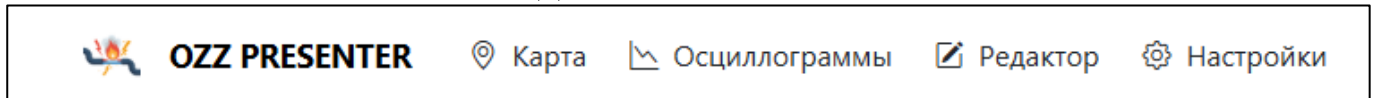

Рисунок 3.2 – Верхнее меню ПО «OZZ PRESENTER»
3.2.2.3 Внешний вид верхнего меню показан на Рисунок 3.2.